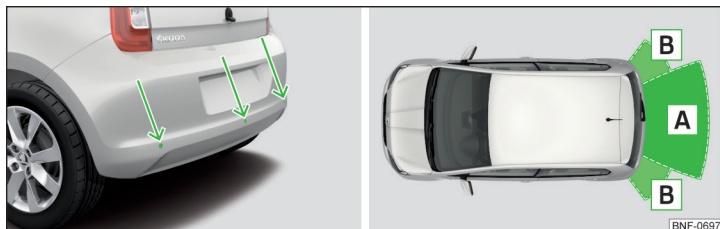

Fig. 128 Sensorernes placering / Sensorernes rækkevidde
- Hold systemets sensorer » Fig. 128 på side 97 rene og fri for sne og is, og dæk dem ikke til med nogen former for genstande, da systemets funktion ellers kan blive begrænset.
Systemet beregner afstanden mellem stødfangeren og en forhindring ved hjælp af ultralydsbølger. Ultralydssensorerne sidder i den bageste stødfanger » Fig. 128.
**Sensorernes omtrentlige rækkevidde » Fig. 128**